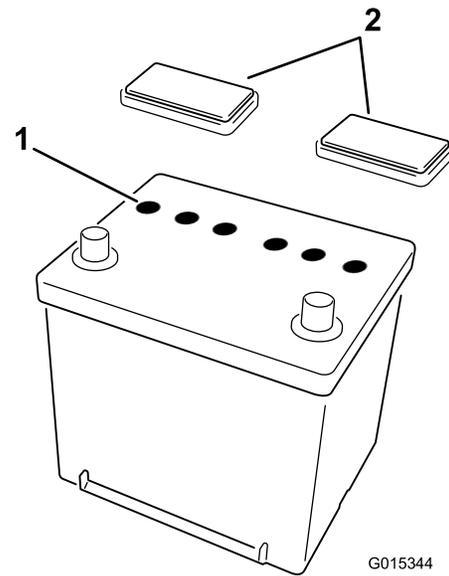

Bild 1
2. Entfernen Sie die Entlüftungsdeckel von der Batterie (Bild 1). Füllen Sie vorsichtig in jede Zelle Elektrolyt ein, bis die Platten ungefähr mit 6 mm Flüssigkeit bedeckt sind.
3. Lassen Sie die Elektrolytflüssigkeit für 20 bis 30 Minuten in die Platten durchtränken. Füllen Sie ggf. mehr Batteriesäure ein, bis die Flüssigkeit ungefähr 6 mm vom Boden des Füllbrunnens bedeckt (Bild 1).